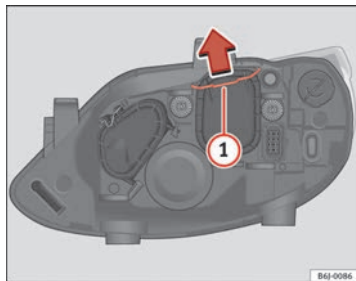

Fig. 152 Luz de cruce
- Desplace el tirante ⇒ fig. 152 ① en el sentido de la flecha y saque la tapa.